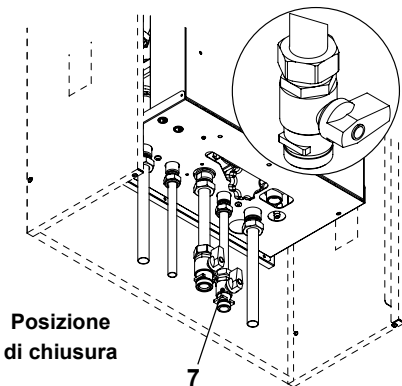

Figura 9.3
- Chiudere il rubinetto entrata sanitaria 7 in Figura 9.3 .
- Chiudere i rubinetti mandata 4 e ritorno 8 dell'impianto di riscaldamento in Figura 9.3 .